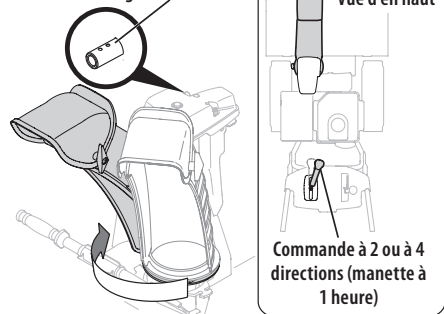
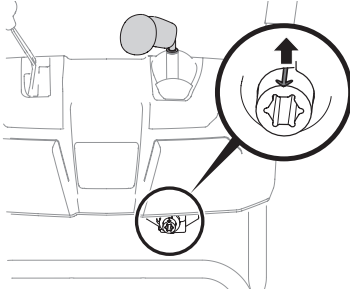

Figure 16
Figure 17
4. Pressez la gâchette de la manette de la commande de goulotte et tournez la goulotte avec votre main jusqu'à ce qu'elle soit pointée vers l'avant. Les trous sur le raccord de la tige de commande de la goulotte pointeront vers le haut. Voir (Figure 16).
5. Faites pivoter la manette à la position 1 heure (Figure 16) pour que la flèche sur l'engrenage à pignons sous le tableau de commande pointe vers le haut. Voir (Figure 17).